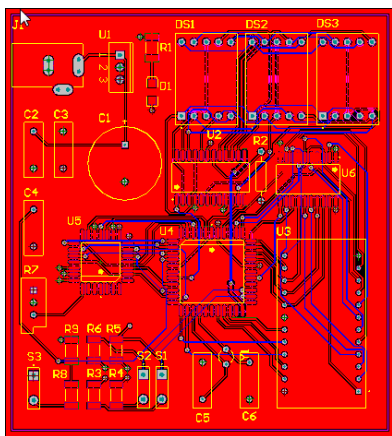

图 15-25 经过覆铜的电路板
- (1) 打开本例对应的电子资源 Voltage_Meter.PrjPCB 工程, 双击 Voltage_Meter.PcbDoc 文档。
- (2) 执行 Place >> Polygon Pour 命令或者单击 Wiring 工具栏上的  按钮, 在打开的对话框中设置覆铜的相关选项, 具体设置为实心填充模式, 覆铜板层为 Top Layer, 连接网络为 GND, 去除死铜, 与网络连接方式为 Pour Over Same Net Polygons Only。
- (3) 设置完毕后单击 OK 按钮, 退出对话框。此时光标变为十字形, 进入绘制覆铜状态。
- (4) 绘制一个覆盖电路板的多边形, 该多边形确定覆铜的填充范围。连续单击鼠标左键, 分别确定多边形的四个顶点, 在单击第四个顶点后, 按鼠标右键退出, 系统会自动将起点和终点连接起来构成闭合区域, 同时会按照设置的选项对该区域进行覆铜, 如图 15-25 所示。
- (5) 按照同样的方法在 Bottom Layer 也进行覆铜。